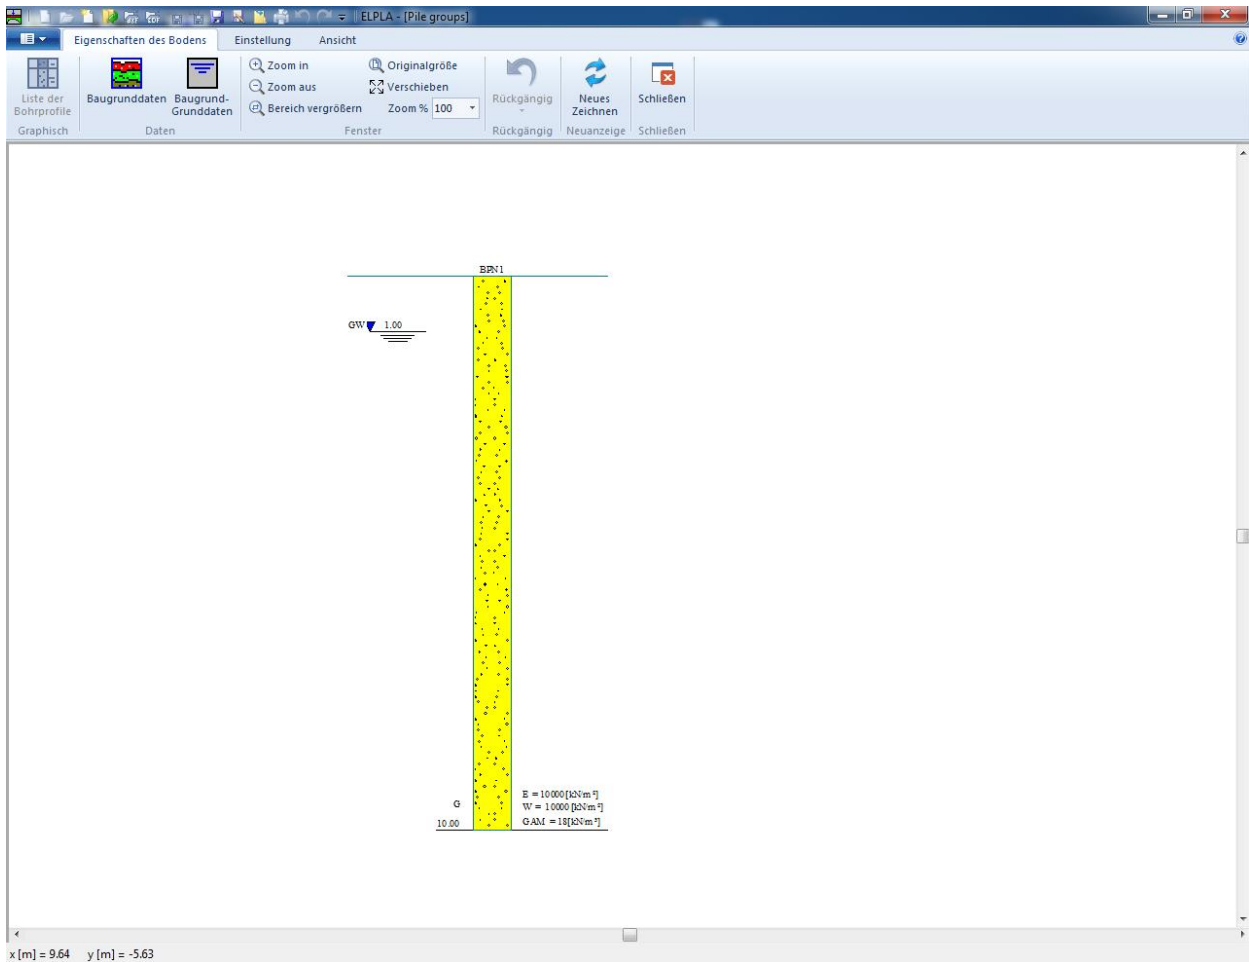

Bild 11.21 "Eigenschaften des Bodens" Fenster
- Das folgende Fenster im Bild 11.21 erscheint mit einem Standardbohrprofil